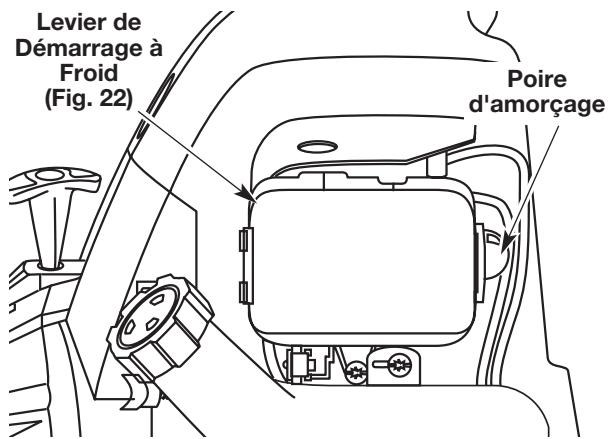

Fig. 20
3. Pressez et relâchez la poire d'amorçage à 10 reprises, lentement. Une certaine quantité de carburant devrait être visible dans la poire d'amorçage et les conduites de carburant (Fig. 20). Si vous n'apercevez pas de carburant dans la poire, pressez et relâchez la poire autant de fois que nécessaire jusqu'à ce que vous aperceviez du carburant dans cette dernière.